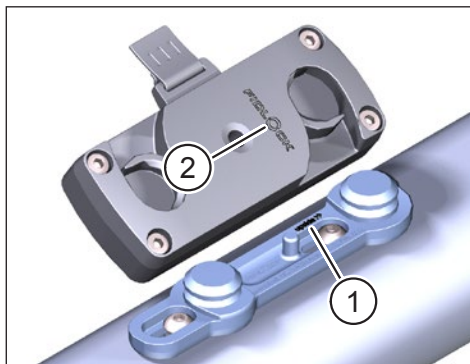

Fig. 2: Orientación de la FIDLOCK® Bike Base y FIDLOCK® Force Connector
- ▶ Durante el montaje, observe la inscripción de que la FIDLOCK® Bike Base está grabada „**upside >>**“ (Pos. 1 en Fig. 2). El borde superior del FIDLOCK®-logo (Pos. 2 en Fig. 2) en el FIDLOCK® Force Connector debe apuntar en dirección de la flecha de „**upside >>**“.